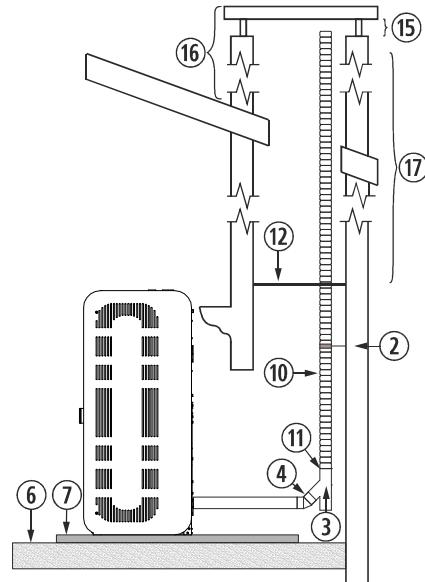

Figura 7
- 4.26. La instalación de un encastrable en una chimenea de obra se puede realizar en toda su totalidad en tubo flexible, tal y como indica la figura 7. Debemos tener especial cuidado a la hora de realizar el aislamiento entre la chimenea y el tubo de la salida de gases para evitar posibles retrocesos de gases en caso de tormenta.